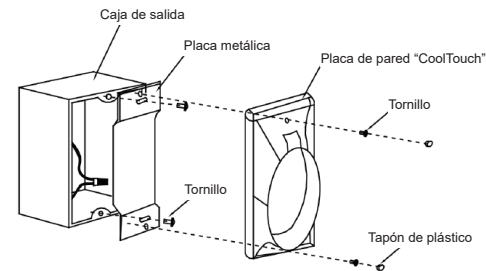

Figura 23
Paso 2. Instale la placa de metal y la placa de pared “CoolTouch” en la caja de salida existente en la pared con los 4 tornillos provistos. Luego coloque los dos tapones de plástico en la placa de pared. (Figura 23)